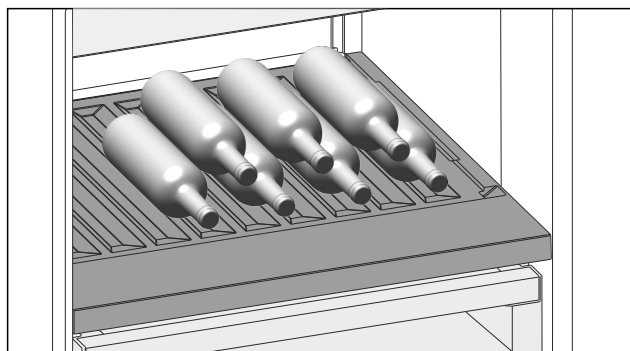

Fig. 79
- ▷ Láhve ukládejte dnem dozadu k zadní stěně. (viz Fig. 79)